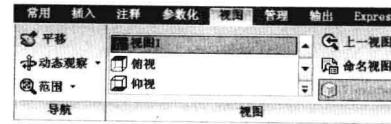

图 2-5-5
- (5) 当用户缩放了视图，或改变了观察范围之后，需要重新返回到命名视图时，在“视图”面板中单击“视图1”，如图2-5-5所示，即可将已命名的“视图1”恢复到当前视图中。